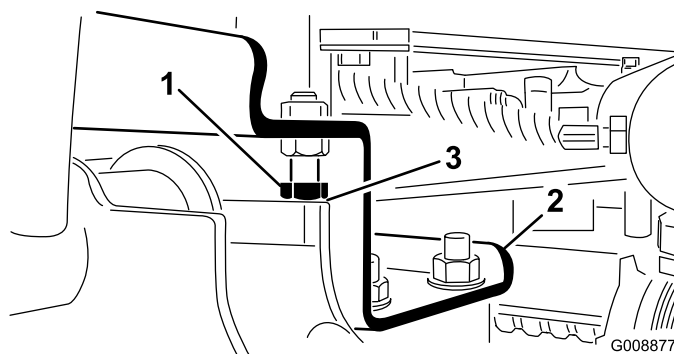

図 11
- A. ストップボルトを戻す (図 11)。
2. 各昇降アームとストップボルトとの隙間が 0.13~1.02 mmの間にあるかどうか点検する (図 11)。この範囲になればストップボルトを調整する。